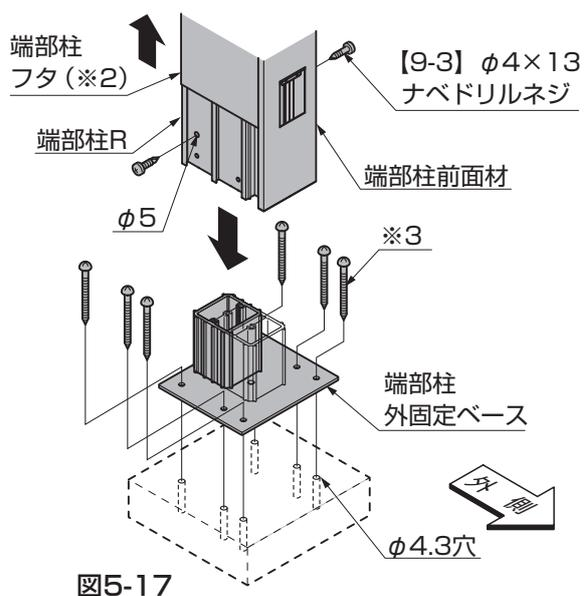

図5-17
- ①端部柱を加工してください。
- ②オープンテラス用ビート材を切断(※)して、端部柱上面から20mm下げた位置でオープンテラス用ロング柱に取付けてください。
- ③ビート材上部を市販の瞬間接着剤で接着してください。
- ④端部柱外固定ベースを取付ける箇所にφ4.3の穴をあけてください。
- ⑤端部柱外固定ベースを取付けてください。(図5-17参照)
- ⑥端部柱を端部柱外固定ベースに、[9-3]で取付けてください。(図5-17参照)